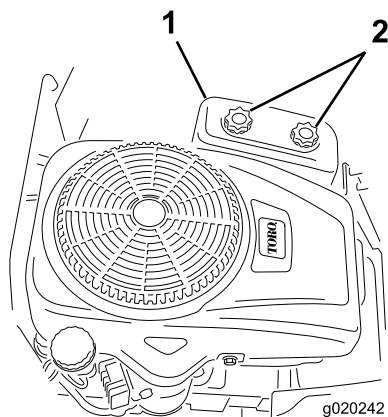

Figure 28
4. Retirez le couvercle du filtre à air en desserrant les 2 boutons (Figure 28).
3. Reposez le couvercle du filtre à air et serrez les 2 boutons (Figure 28).